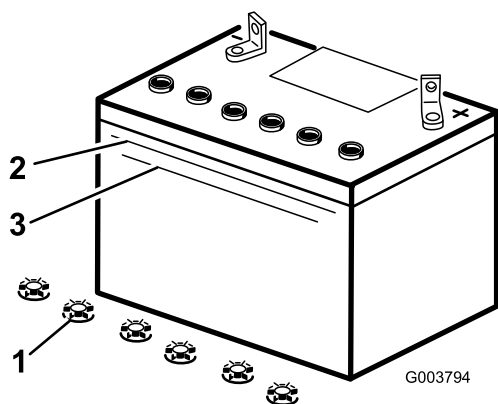

Рисунок 41
2. Посмотрите на боковую стенку аккумулятора. Уровень электролита должен доходить до верхней линии (**Рисунок 41**). Следите, чтобы уровень электролита не опускался ниже нижней линии (**Рисунок 41**).
5. Снимите крышки заливных горловин аккумулятора (Рисунок 41).
6. Медленно залейте дистиллированную воду во все элементы аккумулятора до тех пор, пока уровень электролита не дойдет до верхней линии (Рисунок 41) на корпусе аккумулятора.
7. После заполнения элементов аккумуляторной батареи подождите пять–десять минут. В случае необходимости добавьте дистиллированную воду, доведя уровень электролита до верхней линии (Рисунок 41) на корпусе аккумулятора.